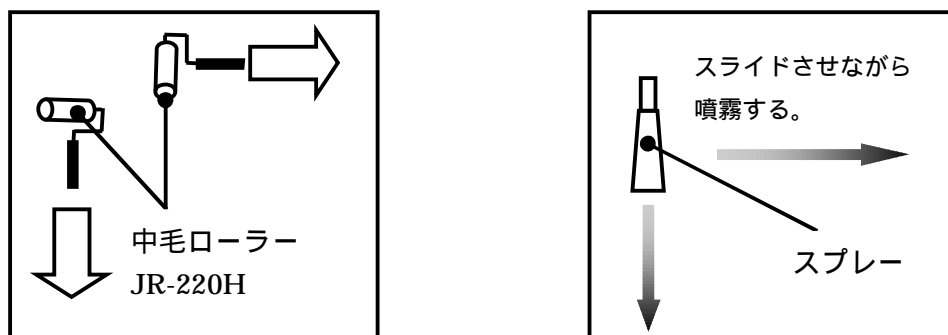

図1
- ・塗膜に転写液JT-180Nをローラー又はスプレーで塗布してください(図1)。